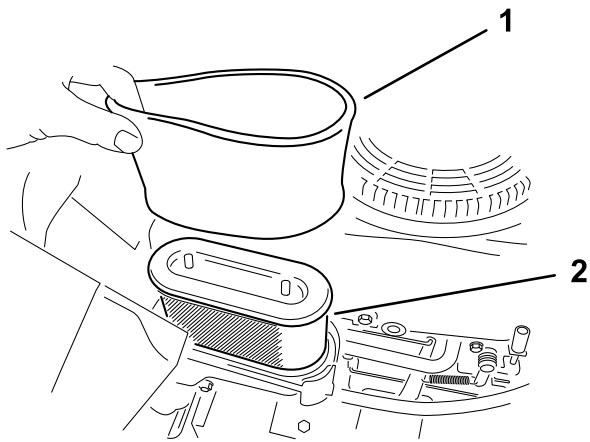

Figure 30
5. Retirez avec précaution les éléments en mousse et en papier du boîtier du filtre à air (Figure 30).
**Remarque:** Remplacez-le s'il est très encrassé (Figure 30).
1. Montez l'élément en mousse sur l'élément en papier (Figure 30).